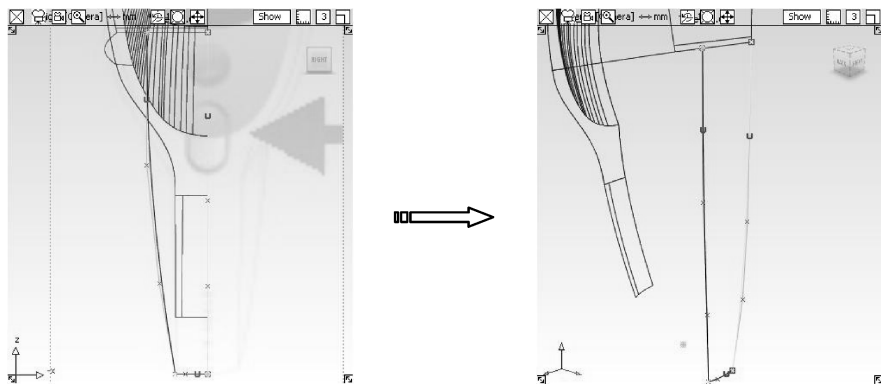

图9-27 创建并调整曲线
- 29 选择【New CV curve】工具，沿吸尘器背侧曲面的边界创建两条曲线，然后选择【Align】工具，将这两条曲线与曲面对齐，形成曲率连续。选择【New Edit Point curve】工具连接这两条曲线的端点，调整这条曲线的CV点，如图9-27所示。